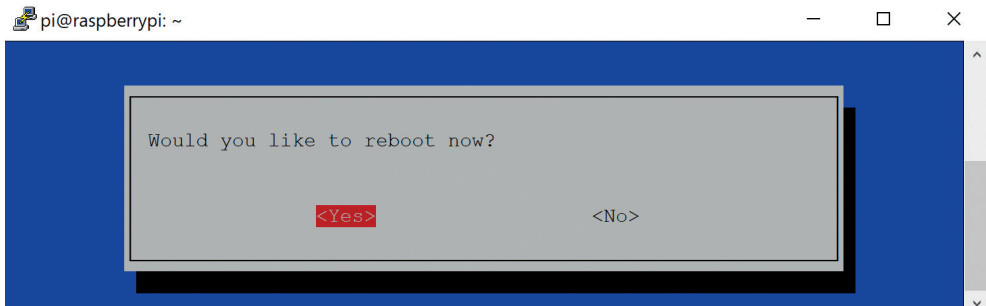

Рис. 4.10. Окно перезагрузки
2. Затем вы увидите всплывающее окно перезагрузки Pi. Выберите **Yes** (Да) и нажмите **Ввод** (см. рис. 4.10).